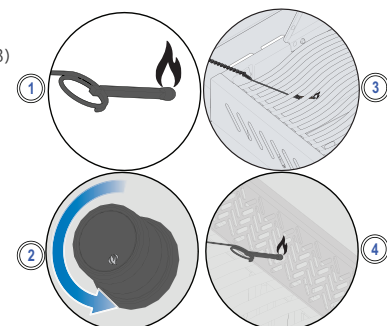

Fig. 4
3. und drehen Sie gleichzeitig den Bedienelement für den entsprechenden Brenner hoch. (Fig. 4)